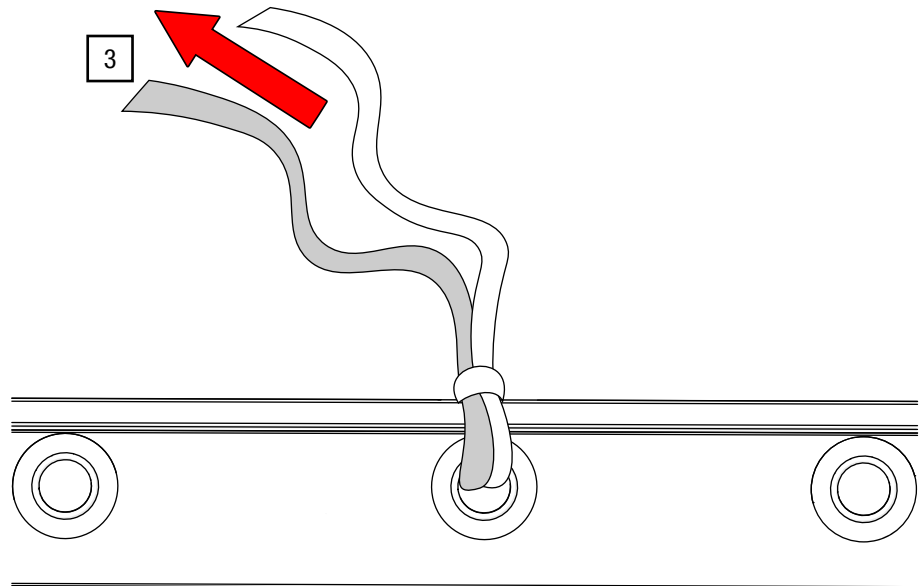

Abb. 58: Bindeband – festziehen
3. Ziehen Sie das Band fest und wiederholen Sie die Schritte für alle Ösen des Vorhangs (siehe Abb. 58).